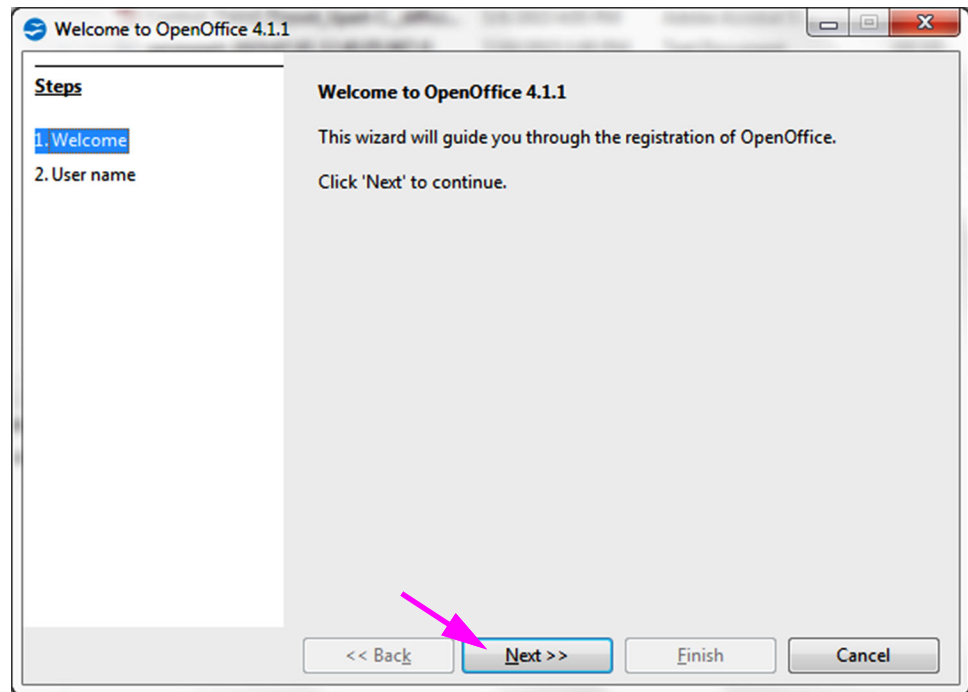
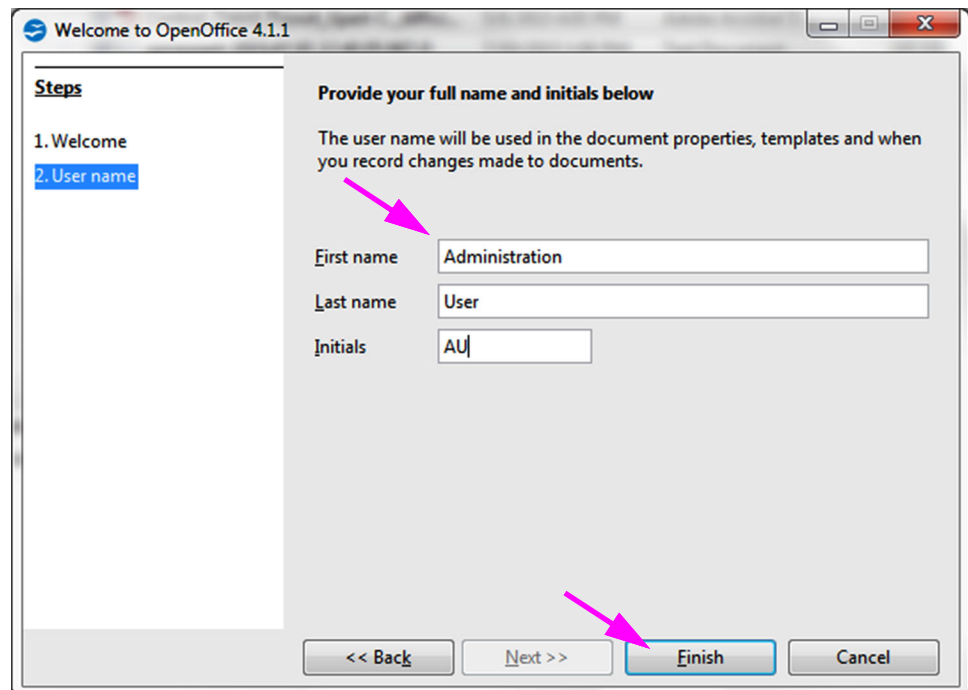

Figura C-2. Ecrã de registo
Figura C-3. Caixa de diálogo User Name (Nome do utilizador)
4. No arranque inicial do Apache OpenOffice, vai surgir uma caixa de diálogo Welcome (Boas vindas) (ver Figura C-2). Clique em **Next (Seguinte)** para apresentar a caixa de diálogo User Name (Nome do utilizador). Ver Figura C-3.